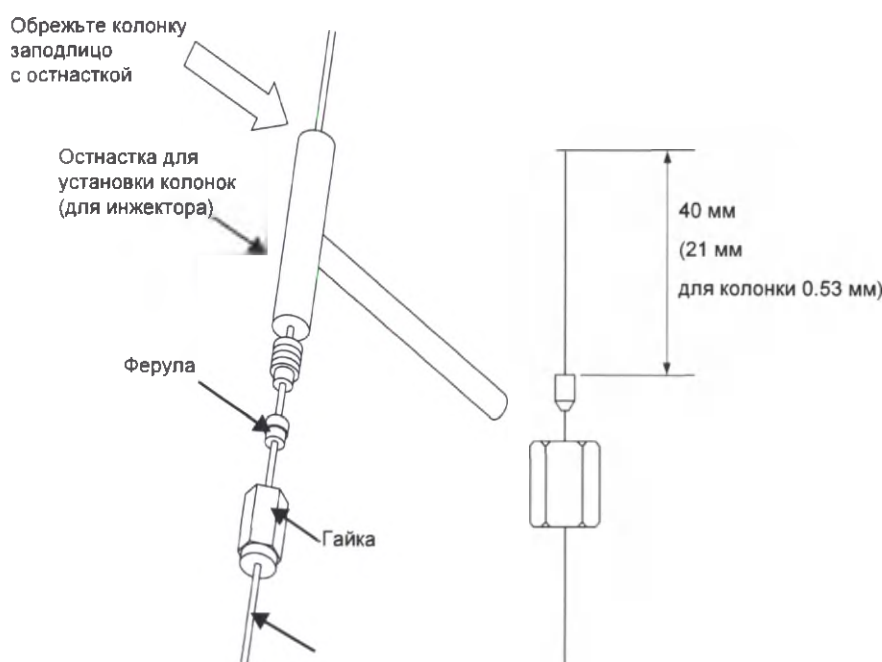

Рис. 2.7 Использование остнастки для установки колонок
- (1) Пропустите капиллярную колонку через ферулу из вспененной резины и гайку. См. Рис. 2.7 "Использование остнастки для установки колонок".
- (2) Вставьте конец капиллярной колонки в остнастку для установки колонок (P/N 225-01453-95), входящую в набор инструментов (опция) так, чтобы капиллярная колонка выглядывала примерно на 1 см из конца остнастки, как показано на Рис. 2.7 "Использование остнастки для установки колонок". Затяните гайку. Обрежьте выступающий конец капиллярной колонки.